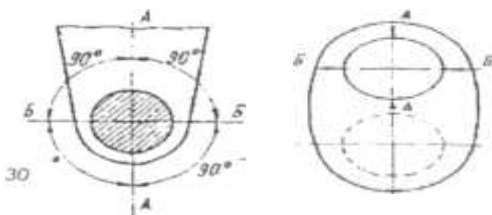

Рис. 2. Схема обмера диаметров шеек коленчатого вала:
-Замерить по схеме обмера (Рис. 2) размеры коренных шеек коленчатого вала и определить величины износа и отклонений формы.
-Замерить по схеме обмера (Рис. 2) размеры шатунных шеек коленчатого вала и определить величины износа и отклонений формы.